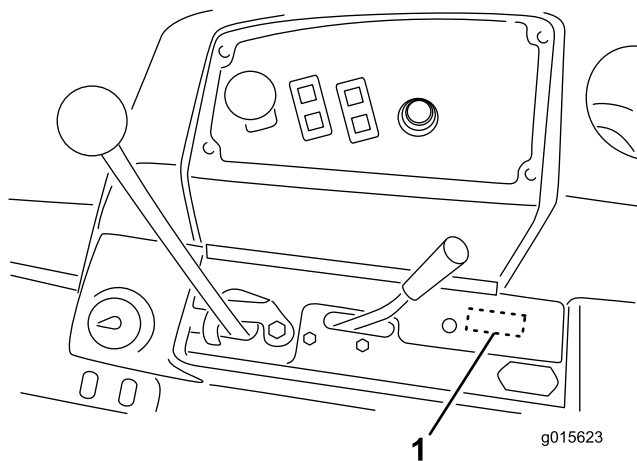
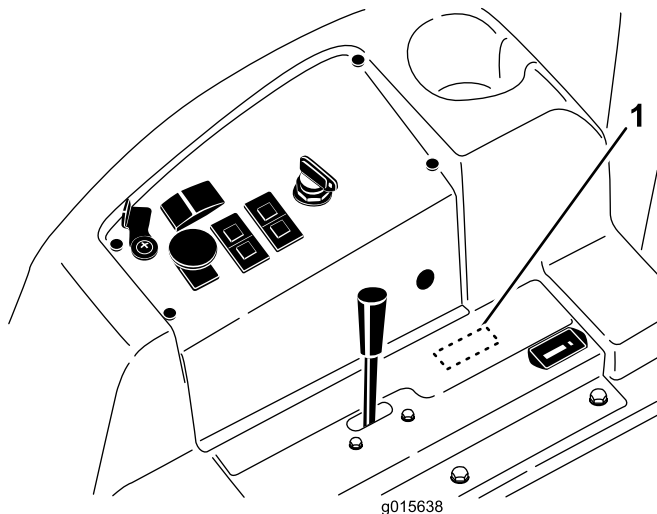

図 8
図 9
17. 下コントロールパネルにある打ち抜きプラグ（デカルの下になっている）を打ち抜く（図 8 と 図 9）。